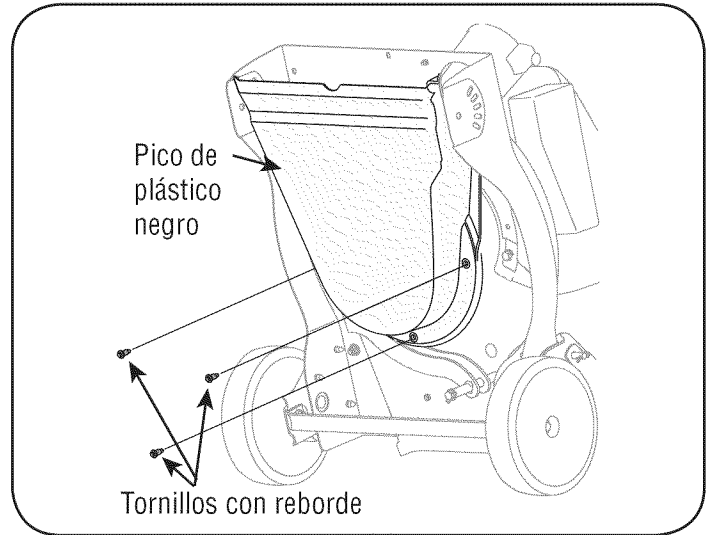

Figura 26
- Incline la unidad con cuidado y apóyela hacia arriba para obtener acceso por la parte inferior al material de montaje del pico y al motor. Retire los tres tornillos con reborde que aseguran el pico de plástico negro a la caja inferior. Consulte la figura 26.